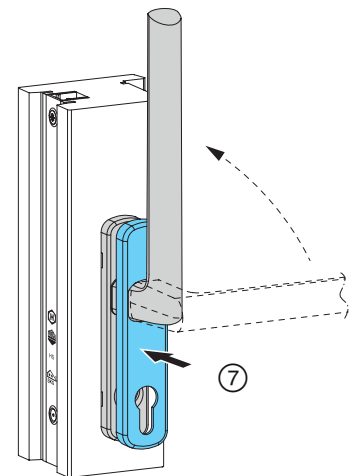

Abb. 43
- ⑦ Griff in Geschlossenstellung bringen und Abdeckkappe auf Griffrosette klipsen; **Abb. 43.**